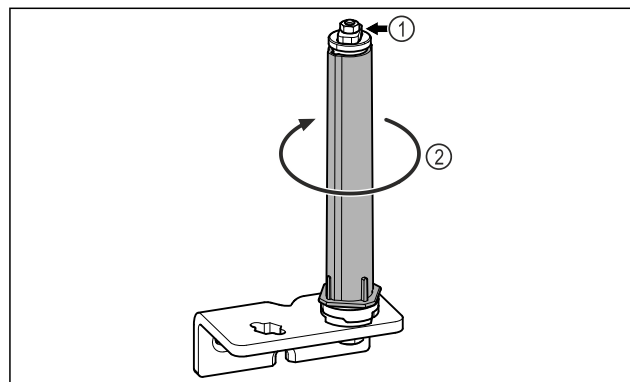

Fig. 13
- ▶ Ne rastavljajte sustav zatvaranja vrata Fig. 13 (1).
- ▶ Okrećite sustav zatvaranja Fig. 13 (2) dok ne klikne.